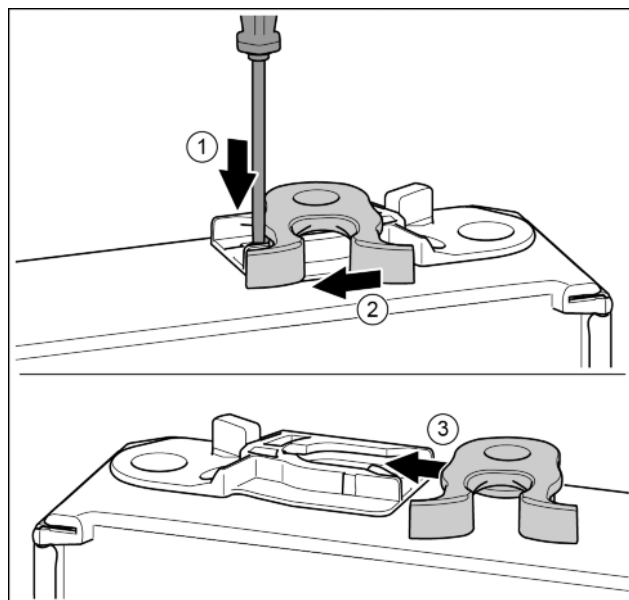

Fig. 19
- ▶ Nyomja le a fedőlemezt csavarhúzóval. *Fig. 19 (1)*
- ▶ Húzza ki a záróhorgot a vezetősínből. *Fig. 19 (2)*
- ▶ Tolja be a záróhorgot a másik oldalon lévő vezetősínbe. *Fig. 19 (3)*